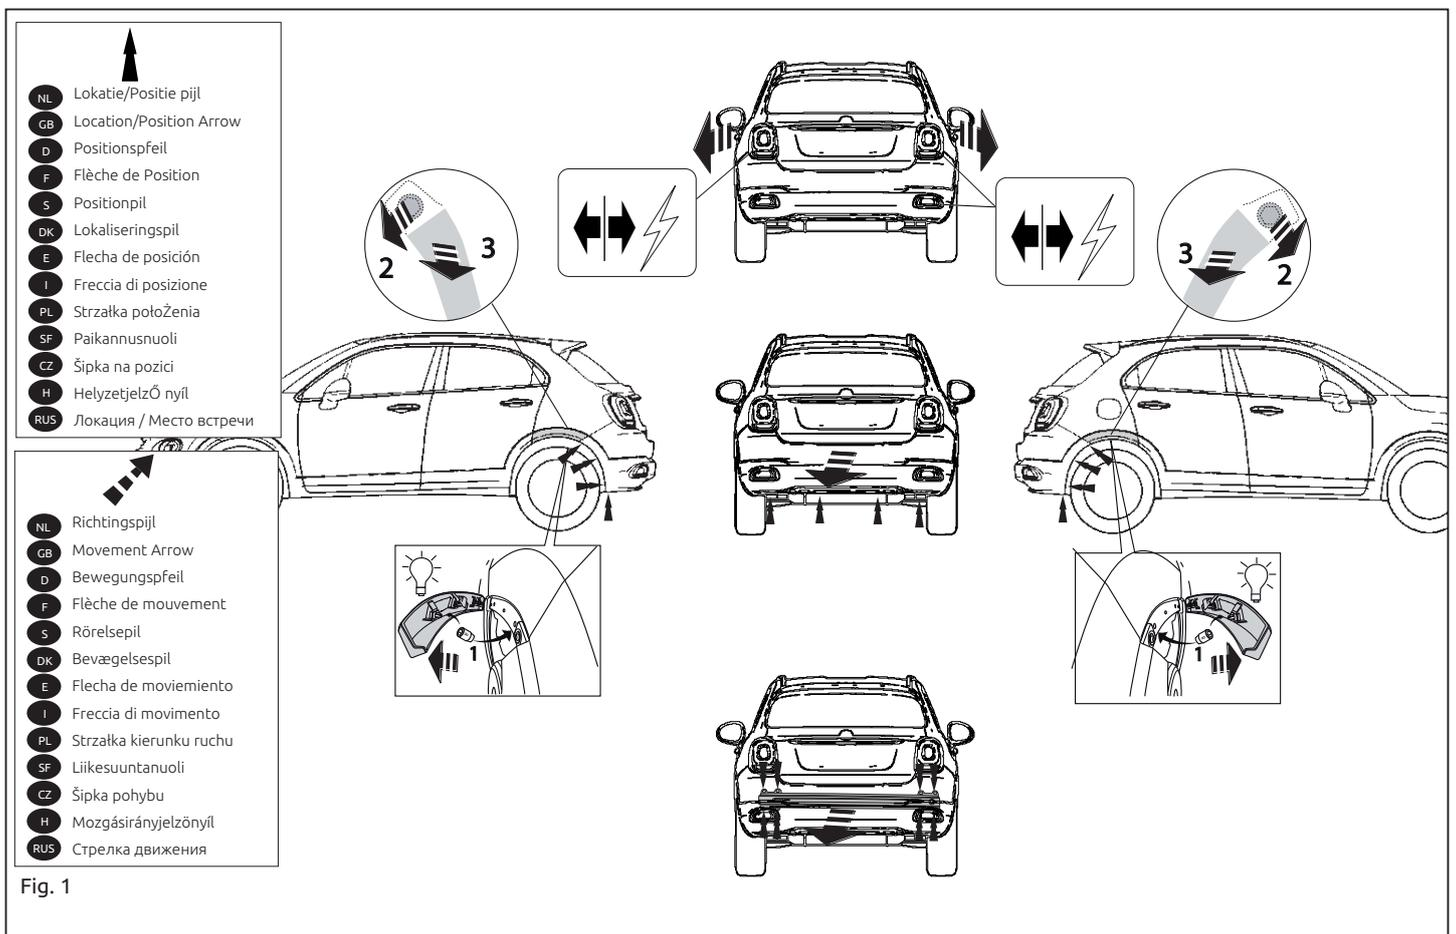

Fig. 1
1. Remove the rear-light units. Remove the bumper and the buffer beam from the vehicle. The buffer beam will no longer be needed. See figure 1.
1. Die Rücklichter abmontieren. Die Stoßstange einschließlich des Stoßbalkens vom Fahrzeug abmontieren. Der Stoßbalken wird nicht mehr benötigt. Siehe Abbildung 1.
1. Снять оба блока задних фар. Снять бампер вместе со буферным брусом автомобиля. Буферный брус больше не понадобится. См. рисунок 1.
1. Démontez les feux arrière. Déposer le pare-chocs du véhicule y compris la traverse ; la traverse ne sera plus utilisée. Voir la figure 1.
1. Demonter baglysenhederne. Demonter kofangeren, inklusive køretøjets stødbjælke. Denne bliver overflødig. Se fig. 1.